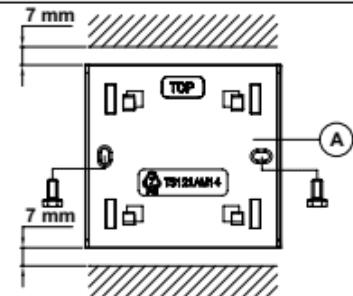

Fig 3.
- b. le mur à l'aide des vis et chevilles livrés (fig. 3) ;